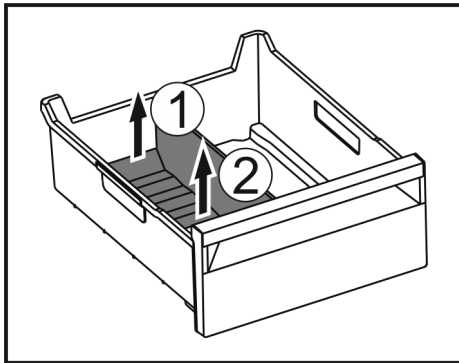

Fig. 237
- Sollevare la parte posteriore del divisore dello scomparto del ghiaccio. Fig. 237 (1)
- Rimuovere il divisore dello scomparto del ghiaccio verso l'alto. Fig. 237 (2)